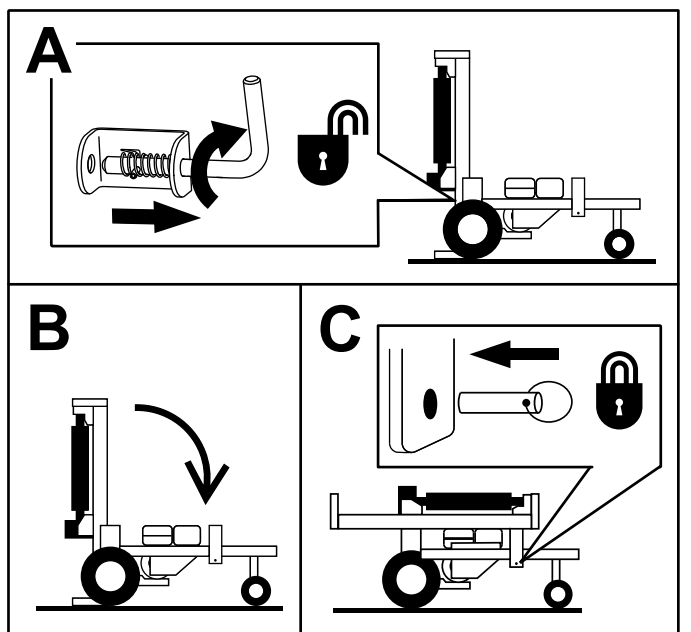

Figure 11
- Gire la palanca de bloqueo vertical a la posición de abierto (Figure 11).
2. Gire cuidadosamente el riel a la posición horizontal (Figure 11).
3. Instale el pasador de bloqueo para inmovilizar el riel (Figure 11).